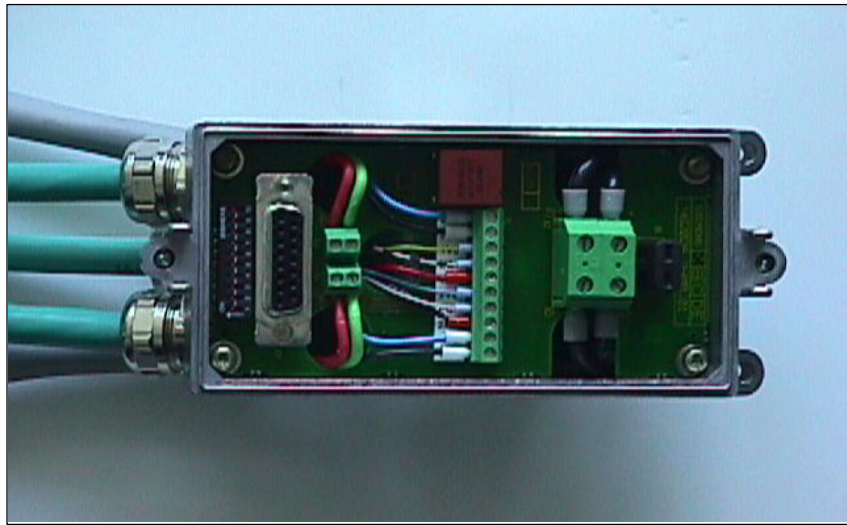

Figura 2-27 Coperchio di collegamento cablato: vista dal basso
- Coperchio di collegamento dal basso --> vedere la figura 2-27